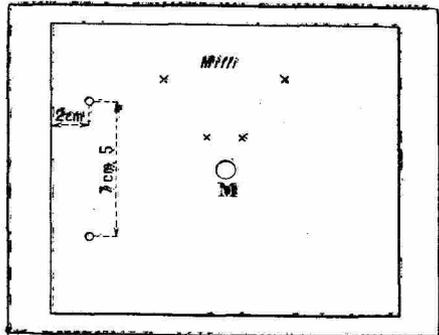

Fig. 6
**Panneau supérieur.** — La figure 6 indique quels sont les percements à faire : deux trous pour les bornes Fil et Gr, deux trous pour la fixation des supports du milliampermètre tels qu'ils sont représentés sur la figure 2 et enfin les trous pour une petite manette et ses deux plots.